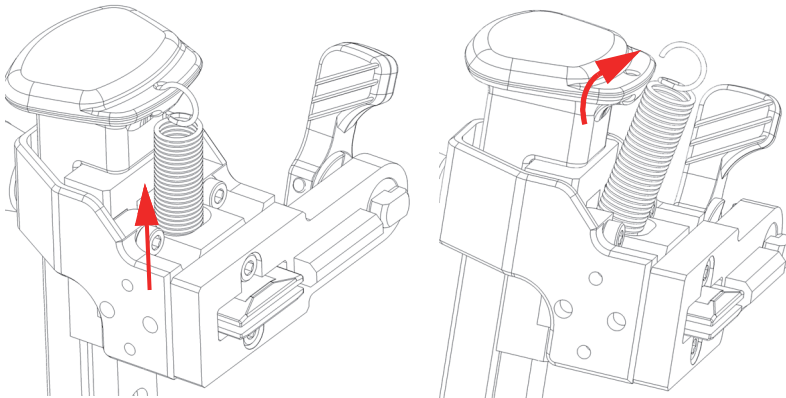

Abbildung 2-27 Sprungfeder entfernen
2. Entfernen Sie den oberen Teil der Sprungfeder aus der Bohrung des Hebegriiffs des federbelasteten Arms (Abbildung 2-27 auf Seite 56).